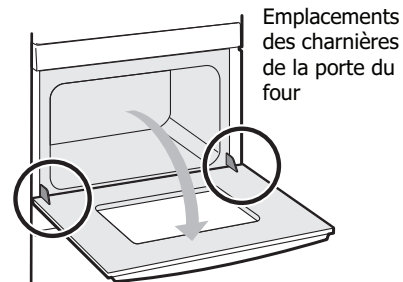

Figure 22 : Emplacement des charnières de la porte
1. Ouvrez complètement la porte du four de façon à ce qu'elle soit parallèle au sol (Figure 22).
3. Ouvrez complètement la porte du four, parallèlement au sol (Figure 22).